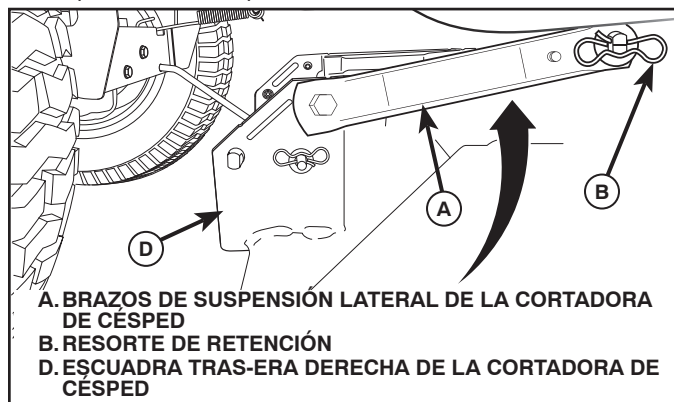

Fig. 30
6. INSTALE LOS BRAZOS DE SUSPENSIÓN LATERAL DE LA CORTADORA DE CÉSPED (A) EN EL CHASIS (Vea Fig. 30)
- Ubique el agujero delantero del brazo de suspensión lateral (A) sobre la chaveta en la parte exterior del chasis del tractor y asegure con una arandela grande y un resorte de retención grande (B).